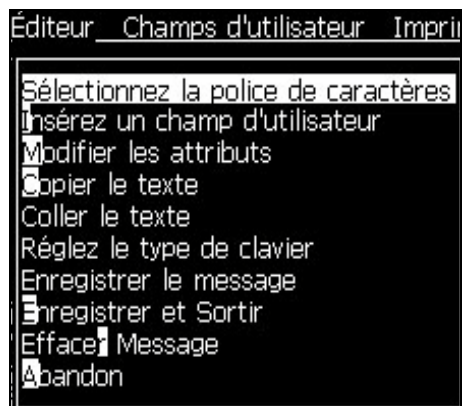

Figure 5-48 : Menu Editeur
- 1 Appuyez sur les touches *Alt + E* ou appuyez sur *F1*. Le menu *Editeur* apparaît (voir Figure 5-48).